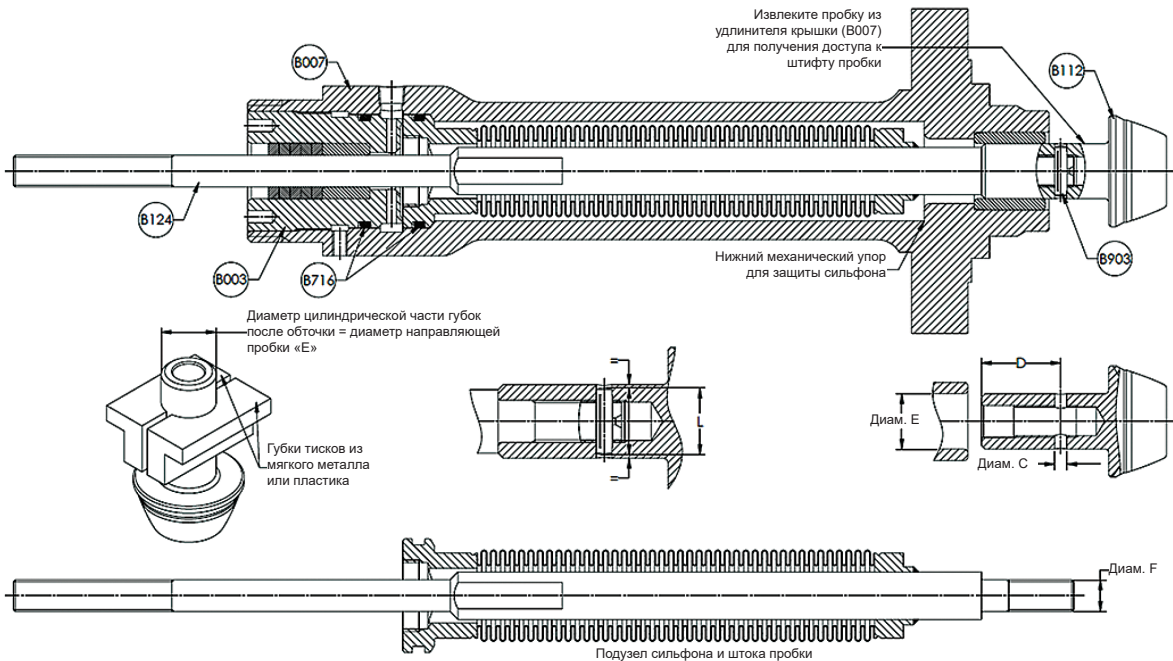

Рисунок 15. Раскрепление и закрепление пробки на штоке
Примечание. Всегда используйте тиски с мягкими металлическими губками для удержания направляющей поверхности пробки. Несоблюдение этой меры предосторожности может привести к повреждению направляющей поверхности пробки во время закрепления (см. рисунок 15 на стр. 24).
- Просверлить отверстие с диаметром C (см. рисунок 15 на стр. 24).
- Измерьте расстояние D на основе диаметра направляющей пробки и диаметра штока (см. рисунок 15 на стр. 24).
- Выберите штифт правильного размера в зависимости от диаметра направляющей пробки и диаметра штока (см. рисунок 15 ниже). Нанесите небольшое количество смазки на штифт (B903) и вручную вставьте его в отверстие в пробке.
- Запрессуйте штифт (B903) в отверстие, используя молоток. Завершите операцию закрепления, убедившись, что штифт заглублен на одинаковое расстояние с обеих сторон (см. Рисунок 15 ниже).